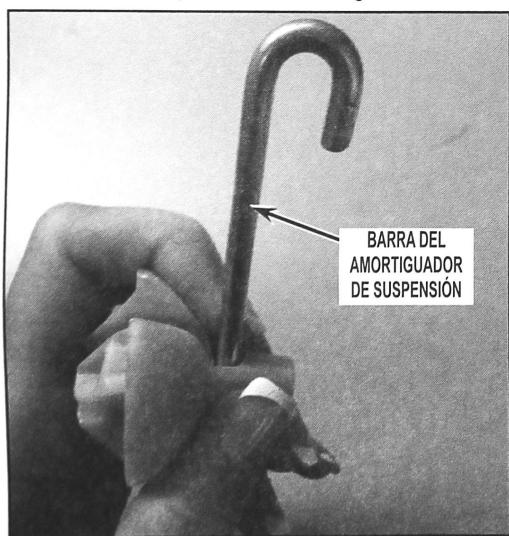

FIGURA 2
3. Alinee la barra del amortiguador de suspensión en la ranura de la esfera de suspensión. Vea la Figura 2.